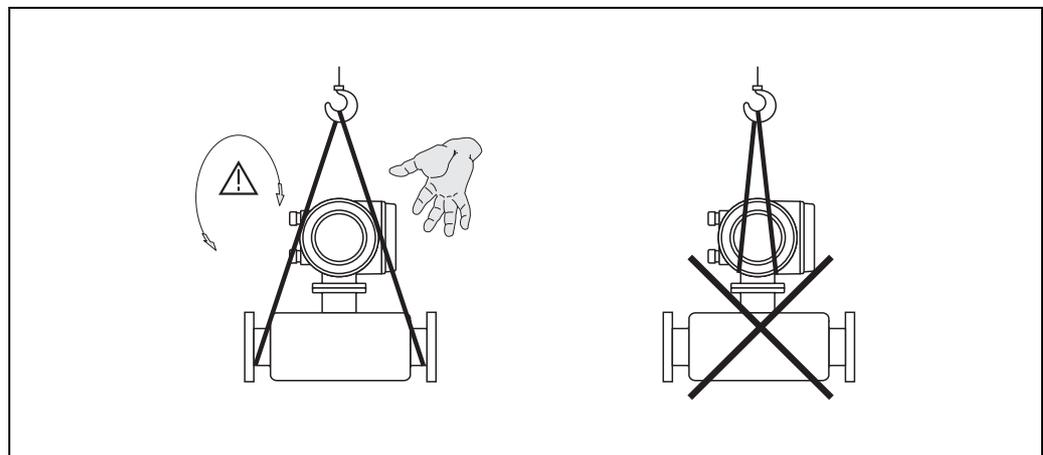

Abb. 4: Transporthinweise für Messaufnehmer mit $> DN 40$ ($> 1\frac{1}{2}$ ")
- Messgeräte der Nennweiten $> DN 40$ ($> 1\frac{1}{2}$ ") dürfen für den Transport nicht am Messumformergehäuse oder am Anschlussgehäuse der Getrenntausführung angehoben werden (Abb. 4). Verwenden Sie für den Transport Tragriemen und legen Sie diese um beide Prozessanschlüsse. Ketten sind zu vermeiden, da diese das Gehäuse beschädigen können.